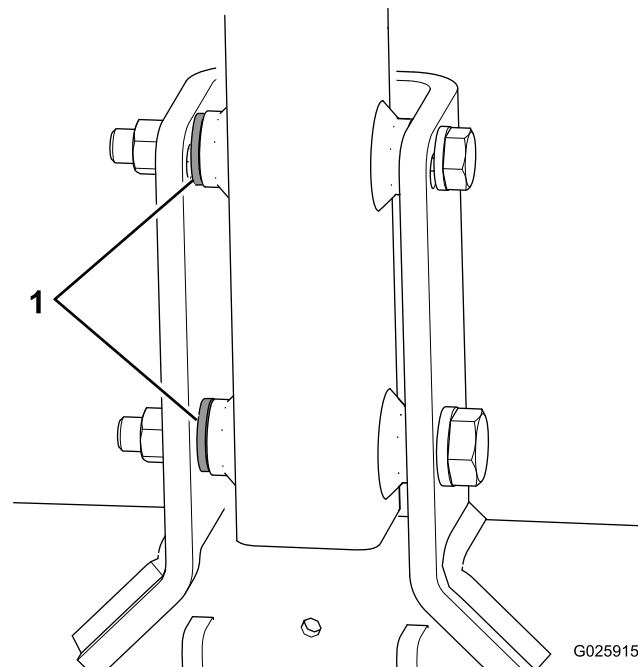

図5
- マシンに3枚目のワッシャと付属のボルトがついている場合には、これをスペーサとして、ヒッチピボットブラケットの内側とヒッチとの間に入れる 図5。